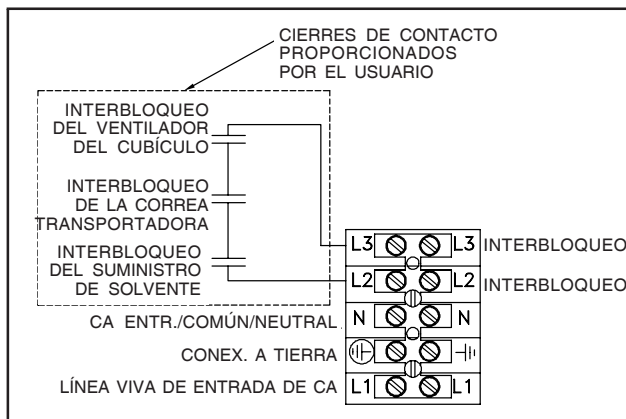

Figura 9a: Diagrama esquemático del bloque
4. Con un cable blindado para el cableado de interbloqueo (suministrado por el usuario), diríjalo a través del conector de interbloqueo que se encuentra en la parte trasera de la unidad de control y termine en TB1-L2 y TB1-L3 como se muestra en la Figura 9a. El cable blindado debe ser al menos para 300 V y 105°C y los conductores deben ser de 0,8 mm² (18 AWG) como mínimo. Asegure el cable en el conector de interbloqueo según se describe en “Conectores de E/S” en la sección “Instalación”, de modo que el blindaje del cable esté conectado al chasis de la caja.